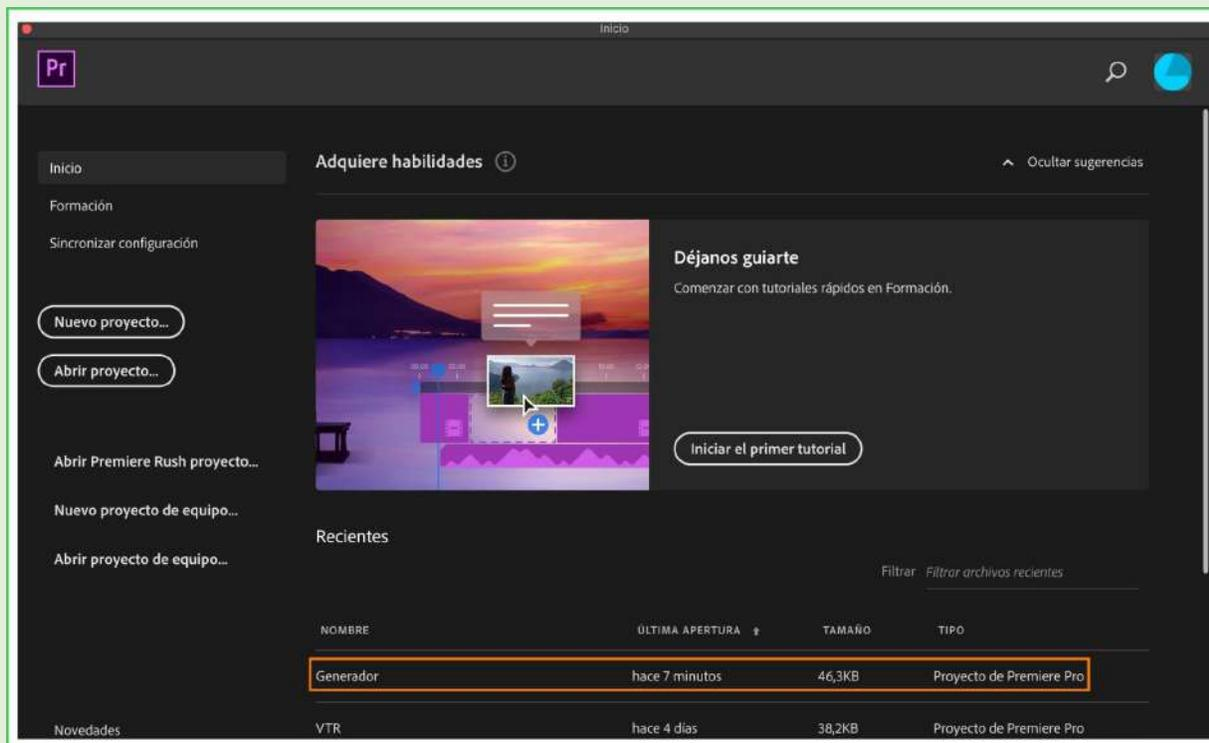

Imagen 43. Pantalla principal.
1. En la ventana principal, se puede cargar el proyecto “Generador”, que ya está configurado para la ejecución de vídeos. Posteriormente, se puede trabajar con las secuencias de imágenes que se vayan a emplear (imagen 43).